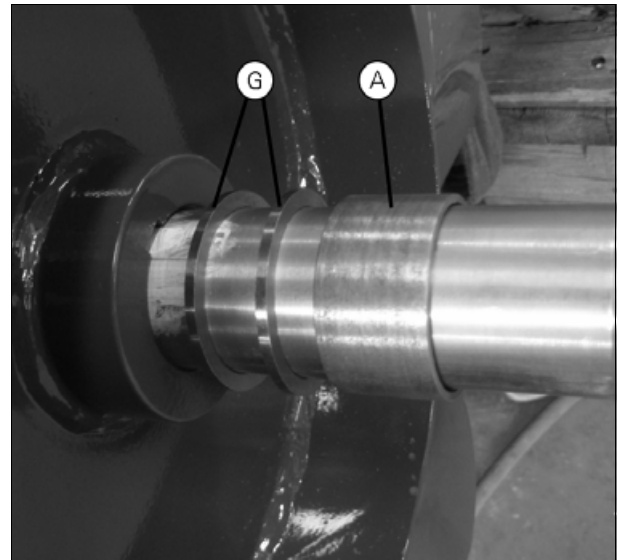

Рис. 6.
- Не забудьте установить распорную втулку (A) и прокладки (G) *рис. 6* между ступицей ротора и подшипником. С помощью нескольких прокладок отрегулируйте ротор до равного расстояния от левой и правой сторон машины.